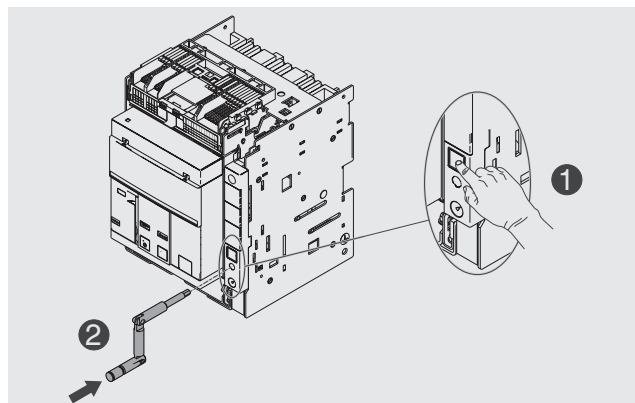

Figure 54
5. Appuyer sur le bouton de blocage et introduire la manivelle dans la partie mobile. Dans cette phase la partie mobile est encore en position **DISCONNECT**. Voir Figure 54.